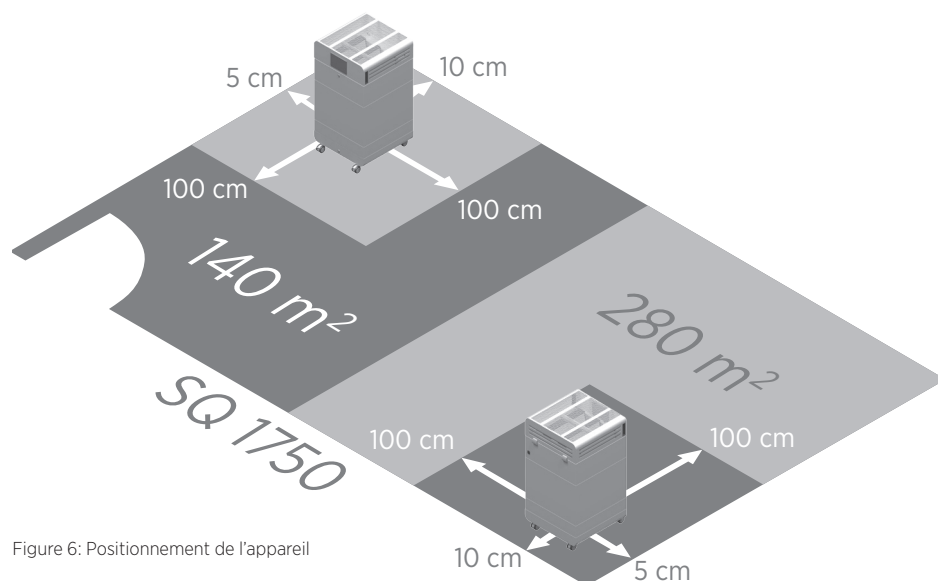

Figure 6: Positionnement de l'appareil
- Veillez à une distance optimale par rapport aux murs et aux objets, conformément aux indications dans Figure 6.